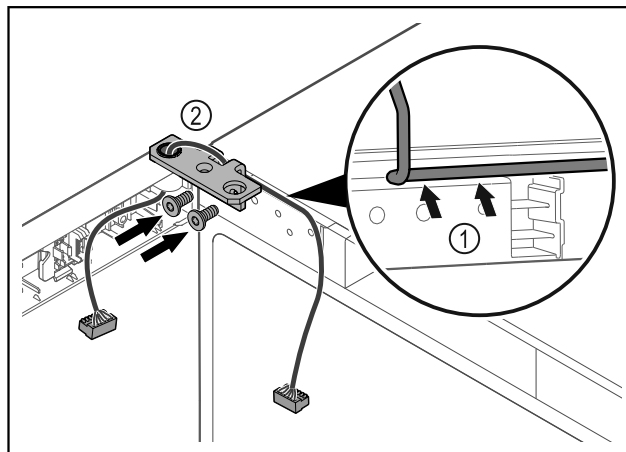

Fig. 34
- Faire passer le câble avec précaution par le trou de l'équerre de charnière Fig. 34 (1).
- Visser l'équerre de charnière Fig. 34 (2).